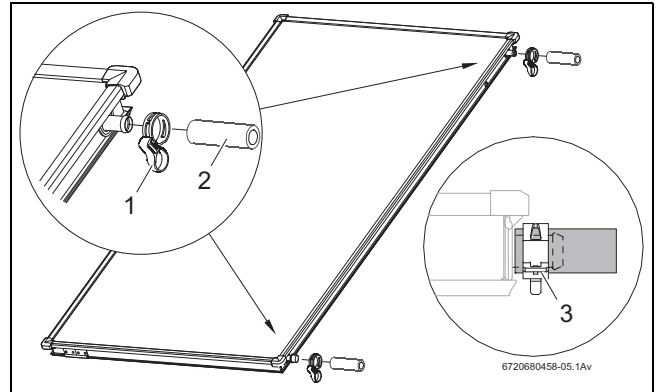

Fig. 55 Montar el set conector
- ▶ Montar los tubos solares de 95 mm (fig. 55, [2]) en las conexiones a la derecha del segundo colector.
- ▶ Deslice las abrazaderas (fig. 55, [1]) sobre el tubo solar (la segunda abrazadera sirve más tarde para asegurar la conexión del otro colector).
- ▶ Después de que la abrazadera se encuentre bien montada, retire el anillo de seguridad para asegurar la conexión (fig. 55, [3]).